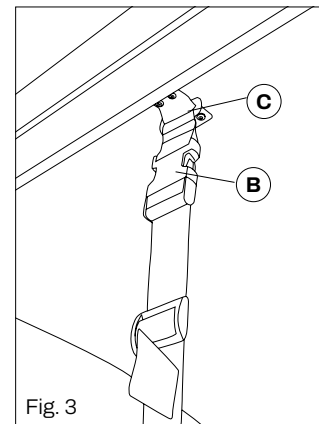

Fig. 3
Passage 3 - Introduire la barre en la bloquant dans le trou présent sur le moteur et la tourner : vers la droite, le lit monte, vers la gauche, le lit descend (Fig. 3).
- Garder la poignée enfoncée (Fig. 3) pour faire tourner la table.